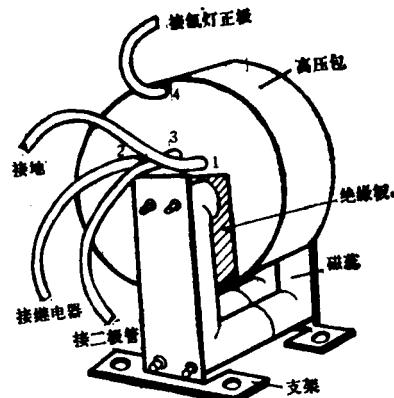

图 1 高压变压器外形
电源中的高压变压器见图 1。引线 1、2 是初级，3、4 是次级，4 级是高压正端，接氙灯正极。初、次级绕在同一线包内，外涂一层绝缘物，磁芯由两块 U-16 组成。
2. 判断故障部位 接通电源，用万用表测量氙灯两端电压应在 150V 左右，证明低压正常（测量时严禁触发氙灯）。然后触发氙灯。如不能点燃或触发多次才偶尔点燃，表明高压包有故障。此时切断电源，打开仪器外壳，可见到高压变压器（图 1）为了判断故障位置，可进一